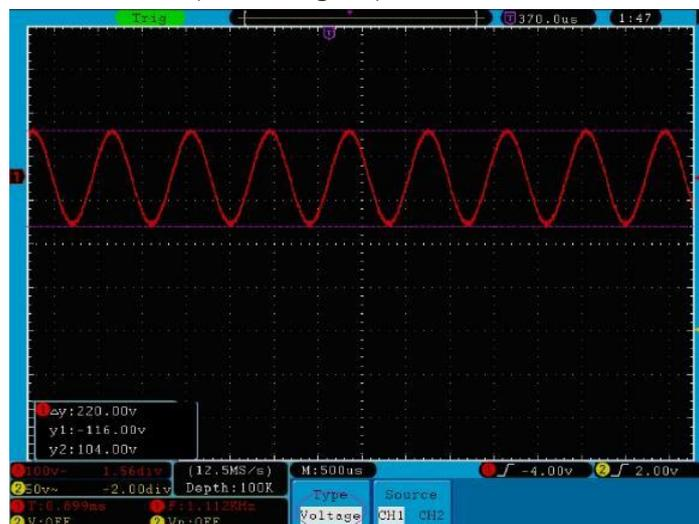

Fig. 72 Forma d'onda durante la misurazione della tensione con il cursore
4. modificare le posizioni dei **cursori 1 e 2** in base alla forma d'onda da misurare; il valore assoluto della differenza di tensione tra il cursore 1 e il cursore 2 verrà quindi visualizzato nella finestra. La posizione corrente del cursore 1 viene visualizzata sotto il cursore1, quella del cursore 2 sotto il cursore2 (vedere **Fig. 72**).